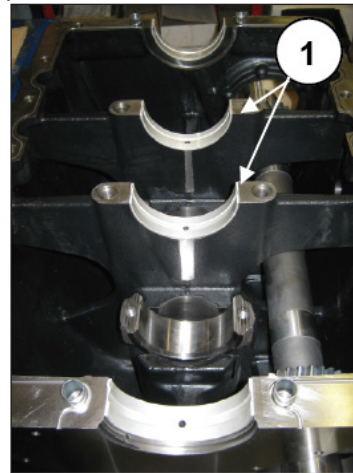
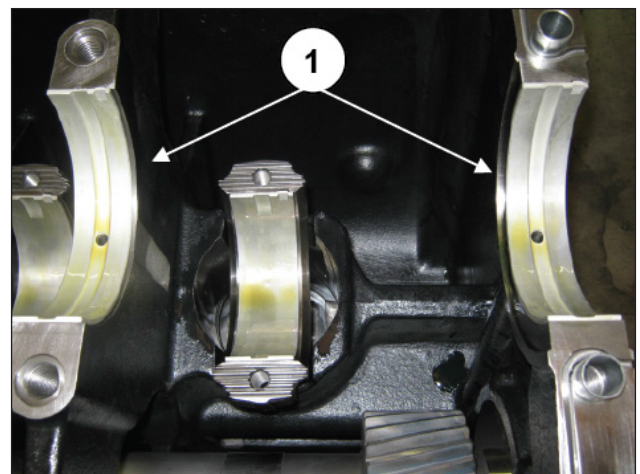

Fig. 37
Fig. 38
Mantenha os semi-rolamentos de banco (pos. ①, Fig. 37 e Fig. 38) nos respectivos assentos do cárter traseiro para evitar possíveis trocas.